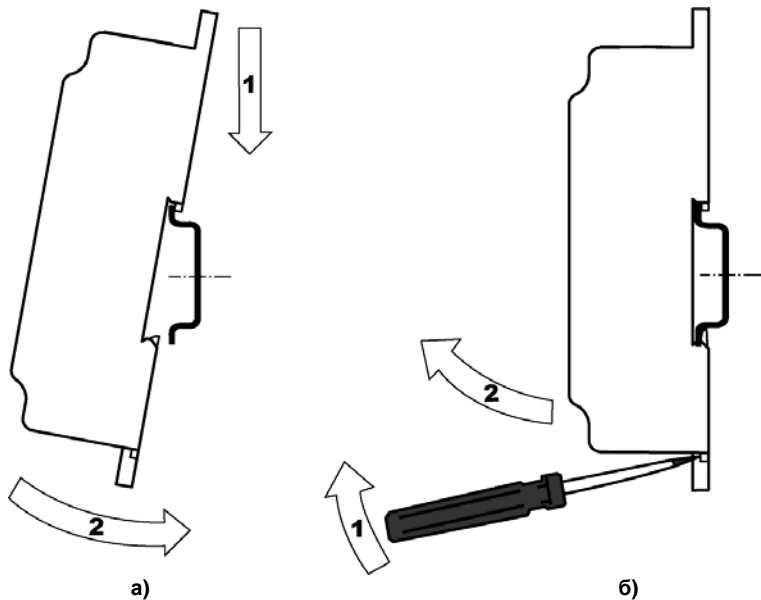

Рисунок 6.1 – Монтаж контроллера с креплением на DIN-рейку
4. Для съема контроллера с DIN-рейки в проушину защелки вставляется острое отвертки (см. рисунок 6.1 б)), и защелка отжимается по стрелке 1, после чего контроллер отводится от DIN-рейки по стрелке 2.